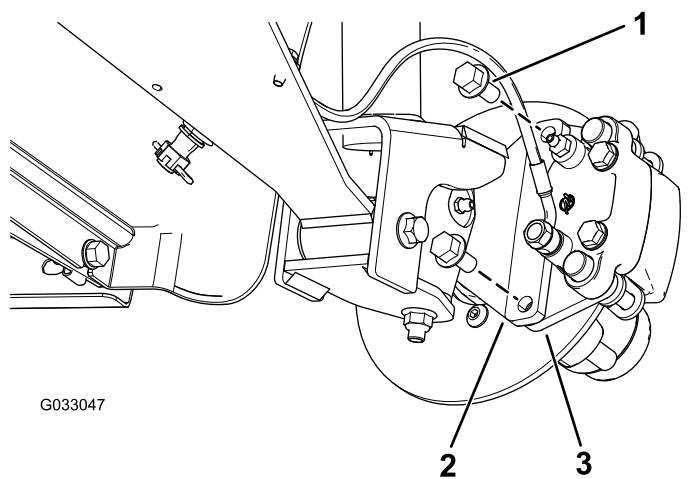
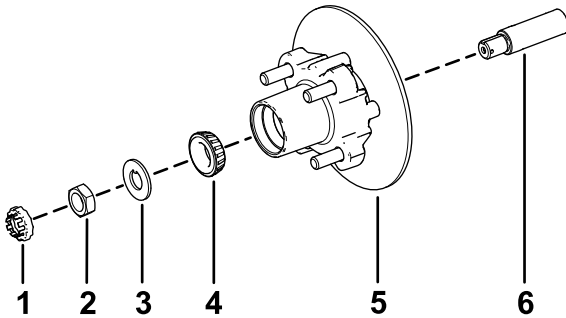

Figure 32
Figure 36
3. Retirez les boulons à embase ($\frac{3}{8} \times \frac{3}{4}$ po) qui fixent le support du frein à la fusée et séparez le frein de la fusée (Figure 32).
1. Appliquez une fine couche de la graisse spécifiée sur la fusée (Figure 36).
2. Montez le moyeu et le disque sur la fusée, en plaçant le disque à l'intérieur (Figure 36).
3. Montez le roulement extérieur sur la fusée et poussez-le contre la bague extérieure (Figure 36).
4. Placez la rondelle à languette sur la fusée (Figure 36).
5. Vissez l'écrou de fusée sur la fusée et serrez-le à 15 N·m (11 pi-lb) tout en tournant le moyeu pour asseoir le roulement (Figure 36).
2. Placez les plaquettes de frein de chaque côté du disque (Figure 32), puis alignez les trous du support d'étrier et les trous du support de frein sur le porte-fusée (Figure 36).
3. Fixez le support d'étrier au porte-fusée (Figure 32) à l'aide des 2 boulons à embase ($\frac{3}{8} \times \frac{3}{4}$ po). Serrez les 2 boulons à embase à un couple de 47 à 54 N·m (35 à 40 pi-lb).